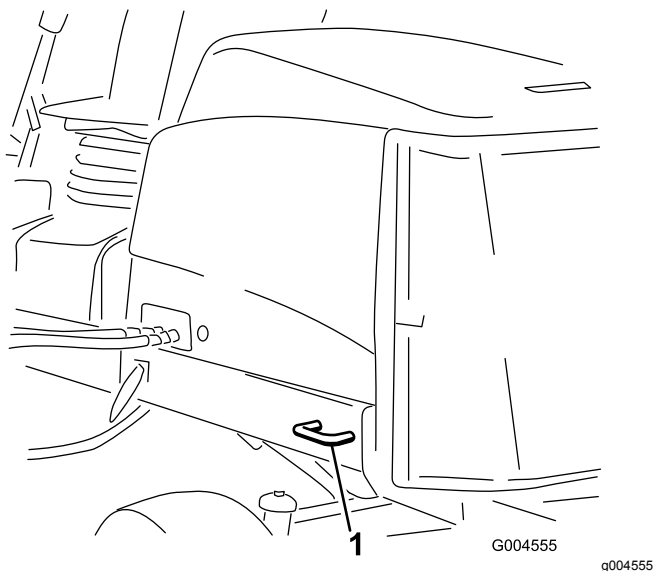

Figure 58
- Arrière – chaque côté de la machine sur le cadre arrière (Figure 58).